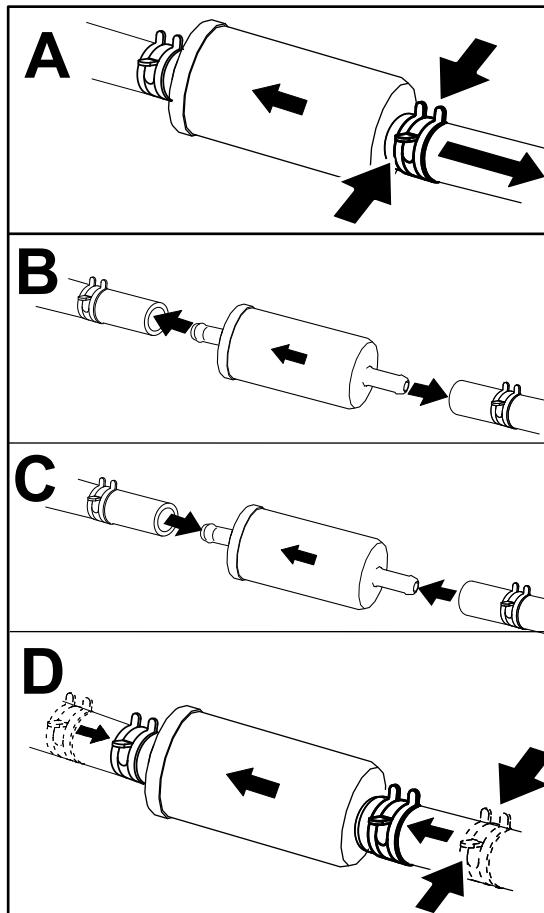

Figura 47
- Cambie el filtro de combustible según se muestra en Figura 47.